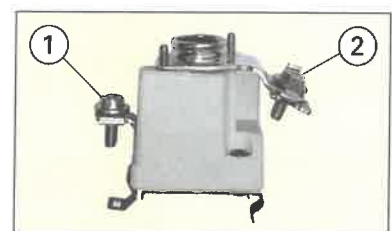

Bild 2: Sicherungssockel
5. Wie wird ein Sicherungssockel (**Bild 2**) angeschlossen, damit ein Berühren unter Spannung stehender Teile beim Auswechseln des Schmelzeinsatzes verhindert wird?